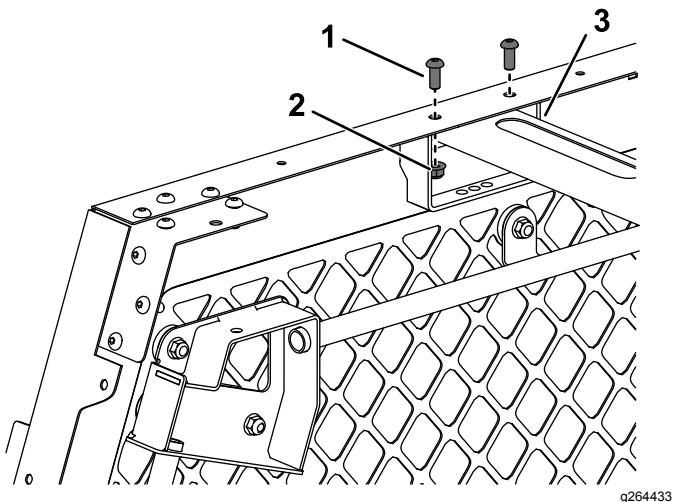

Рисунок 13
1. Установите каждую сторону крепления опоры при помощи 2 винтов с полукруглыми головками (5/16 x 3/4 дюйма) и 2 фланцевых гаек (5/16 дюйма); см. Рисунок 13.